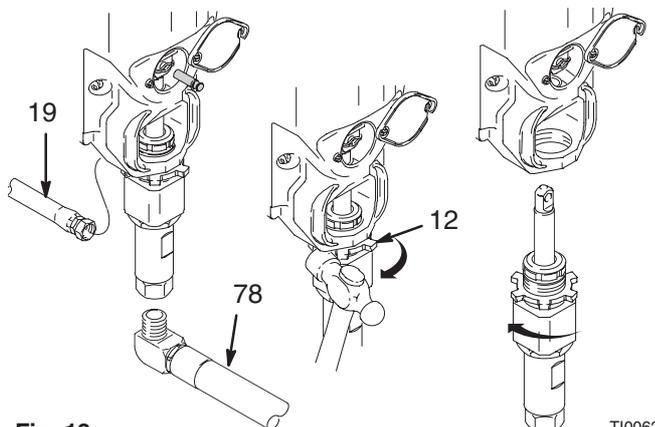

Fig. 13 TI0062
5. Fig. 13. Retire el tubo de aspiración (78) y la manguera (19).
6. Afloje la contratuerca de la bomba (12). Desenrosque la bomba.
5. Fig. 13. Instale el tubo de aspiración (78) y la manguera (19).